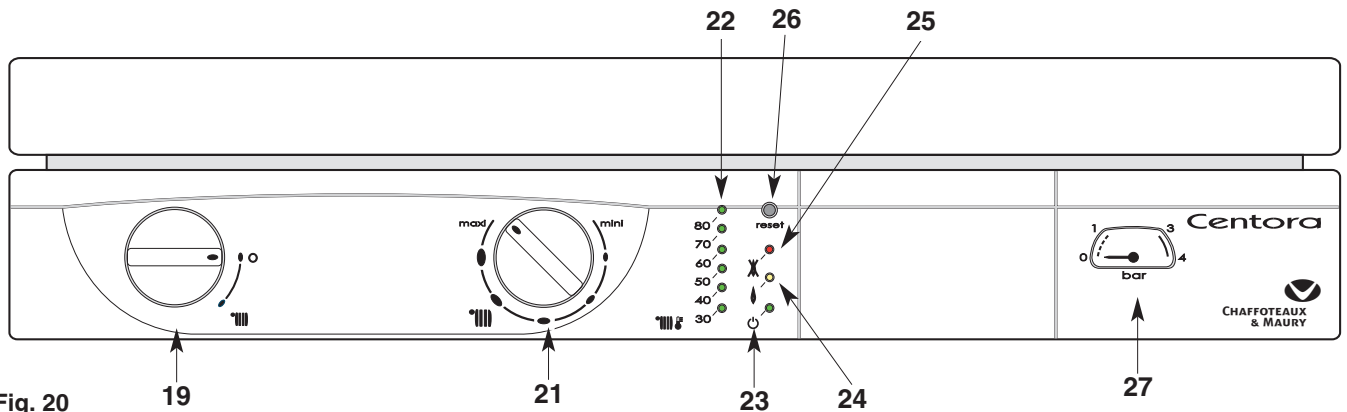

Fig. 20
Tableau de bord (fig. 20)
- Placez le commutateur **19** (fig. 20) en position «  » voyant vert **23** allumé ; le voyant orange **24** (fig. 20) s'allume chaque fois que le brûleur entre en fonction.
Le bouton de réglage du chauffage **21** «  » (fig. 20) donne la possibilité d'ajuster la température de l'eau du circuit de chauffage en fonction des besoins saisonniers.
L'indicateur **22** «  » (fig. 20) affiche cette température.
- Placez le commutateur **19** en position « **O** » le voyant vert **23** (fig. 20) reste allumé. La fonction hors gel de la chaudière reste active.